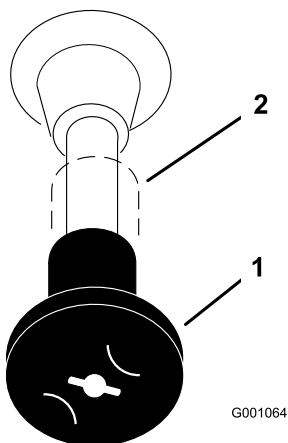

Figura 11
4. Si el motor está frío, mueva el control del estérter a la posición de arranque antes de arrancarlo (Figura 11).
7. Después de que el motor arranque, abra el estérter (Figura 11). Si el motor se cala o funciona irregularmente, vuelva a colocar el estérter en Cerrado durante unos segundos, luego mueva la palanca del acelerador al ajuste deseado. Repita este procedimiento tantas veces como sea necesario.